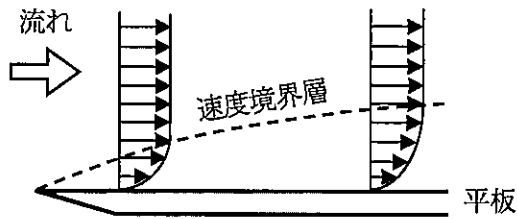

図1 平板に沿う流れの速度分布
2) 一様な流れの中に、流れと平行に置かれた平板に沿う流れの速度分布を見ると、図1のように平板表面近傍では速度が急激に変化する領域がある。これを速度境界層と呼び、境界層の外側では一様な流れとなる。境界層は平板の先端から流れの方向に沿って図1の破線のように発達する。また、平板が加熱され流体と平板との間に温度差がある場合には、加熱平板の表面近傍では温度が急激に変化する領域である温度境界層が形成される。